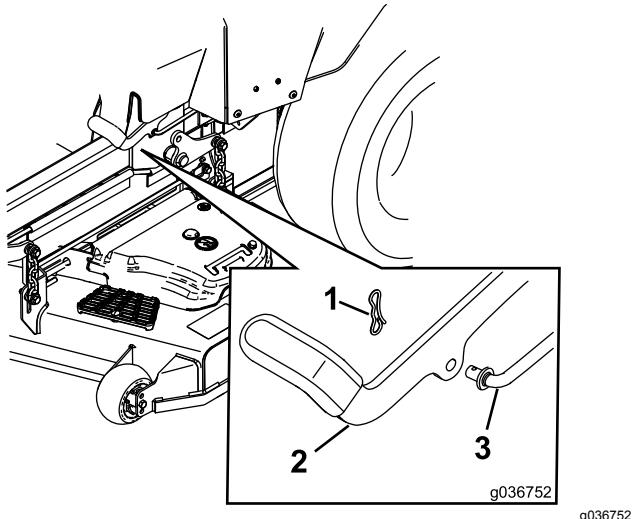

Figura 81
7. Si es necesario un ajuste, quite el freno de estacionamiento. Retire el pasador del eje del acoplamiento del freno (Figura 81).